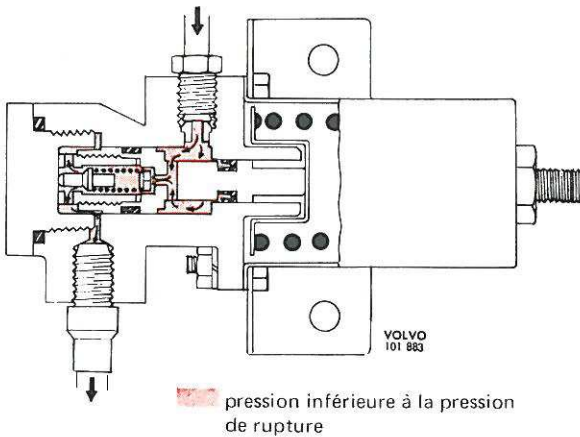

Figure 46. Freinage
Lorsqu'on relâche la pédale, la pression dans le cylindre (6) diminue. Le piston (21) est repoussé vers la droite, dans la direction du ressort (10). Lorsque la pression à droite de la soupape (4) est descendue jusqu'au point où la pression hydraulique à gauche de cette soupape arrive à ouvrir cette dernière, la communication est rétablie entre les deux cylindres (3 et 6). Au fur et à mesure de l'abaissement de la pression, le ressort (10) repousse le piston vers la gauche, jusque dans la position de départ dans laquelle la soupape est maintenue ouverte, voir figure 46. La soupape (17) est munie de canaux d'étranglement qui permettent de régulariser le passage des courants d'huile.